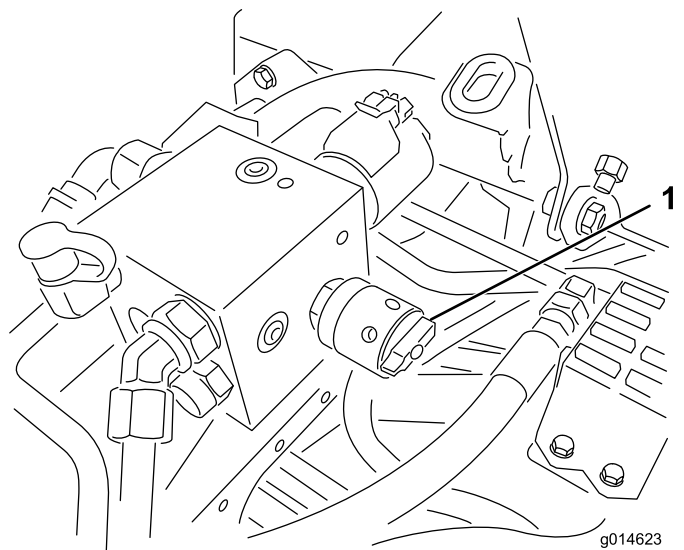

Figura 50
6. Gire el control de velocidad del molinete a la posición 1 (Figura 50).